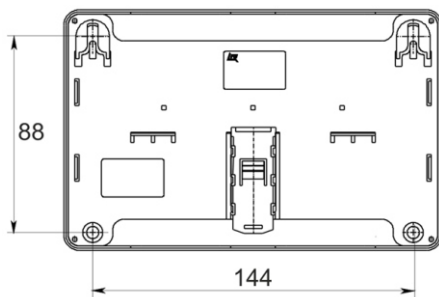

Рисунок 3
- б) при установке на стену (рисунок 3):